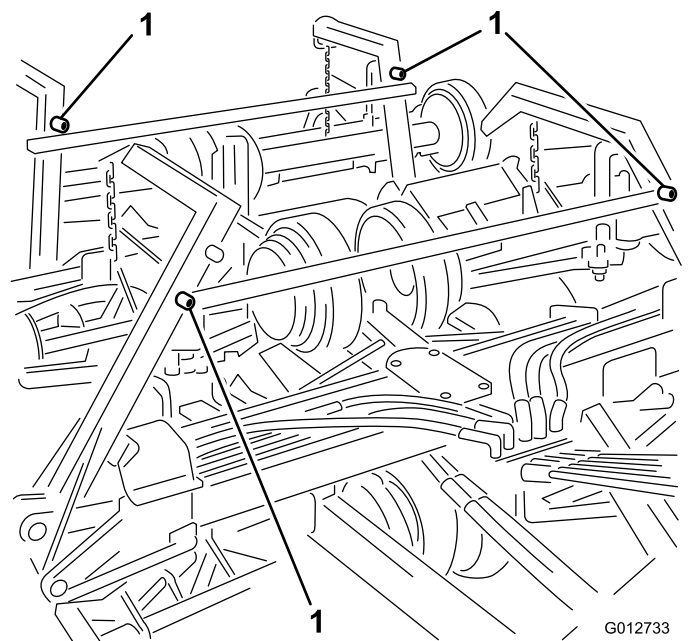

図 20
2. 移動走行用ストラップを昇降アームにあるピンに取り付け、ヘアピンで固定する 図 20。